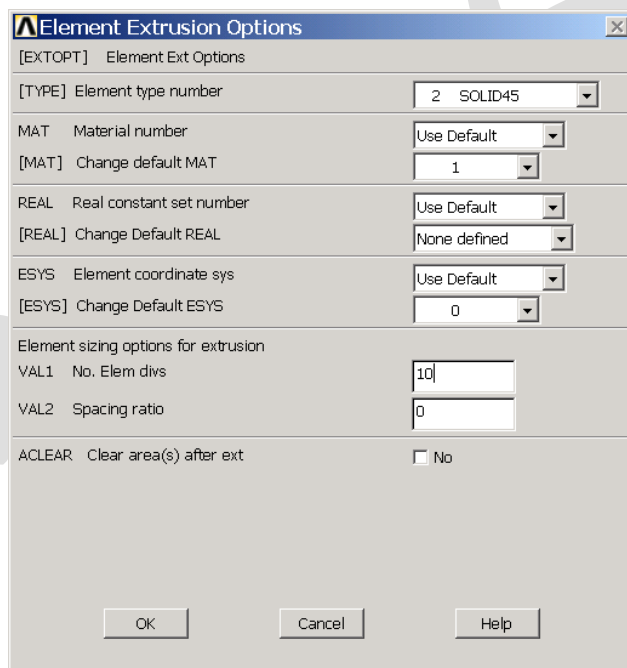

图10.16 单元延伸设置
(12) 单击 Main Menu>Preprocessor>Modeling>Operate>Extrude>Elem Ext Opts 菜单，弹出如图 10.16 所示的对话框。在【Element type number】下拉列表框中选择【2 SOLID45】，在【No. of element divisions】文本框中输入【10】，然后单击【OK】按钮确认。